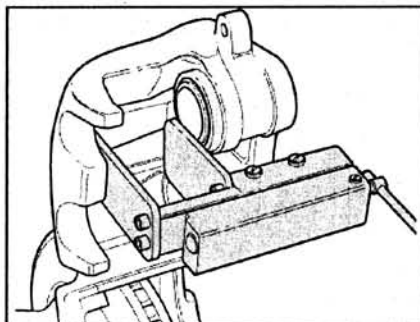

Рис. 7.10. Запрессуйте поршень в тормозной суппорт.
7. Запрессуйте поршень в тормозной суппорт (рис. 7.10).